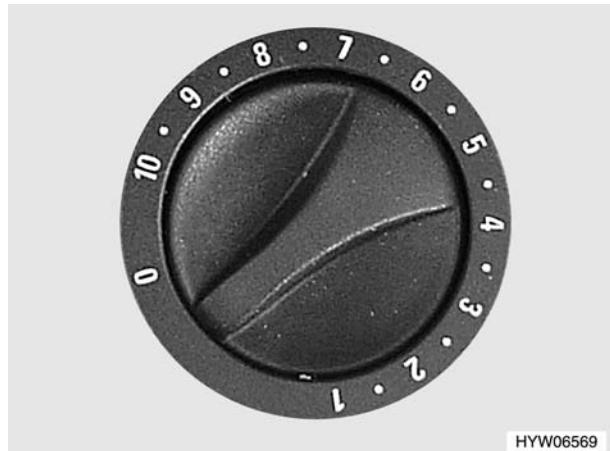

Fig. 75 Pomello girevole del riscaldamento
- Impostare il pomello girevole (Fig. 75) del riscaldamento sul valore desiderato e premere in basso fino all'arresto.
- Impostare il pomello girevole (Fig. 75) sul riscaldamento sulla posizione "0". Così il dispositivo di accensione viene contemporaneamente disinserito.